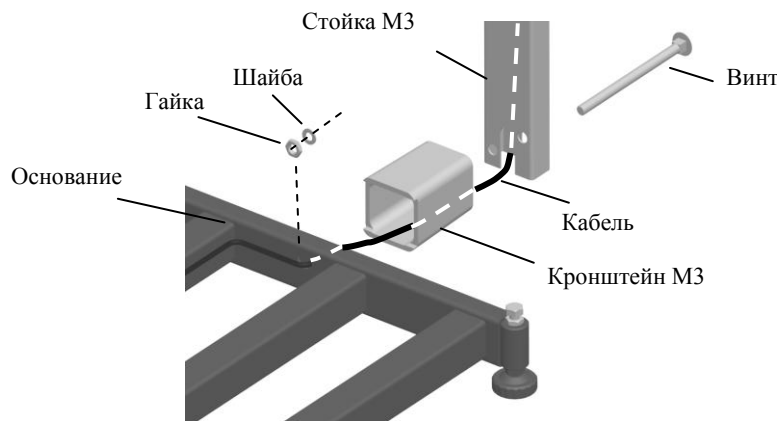

Рис. 5.3 – Крепление прямоугольной стойки к модулю ТВ-М\_
- Протянуть кабель через кронштейн и стойку (Рис. 5.3).